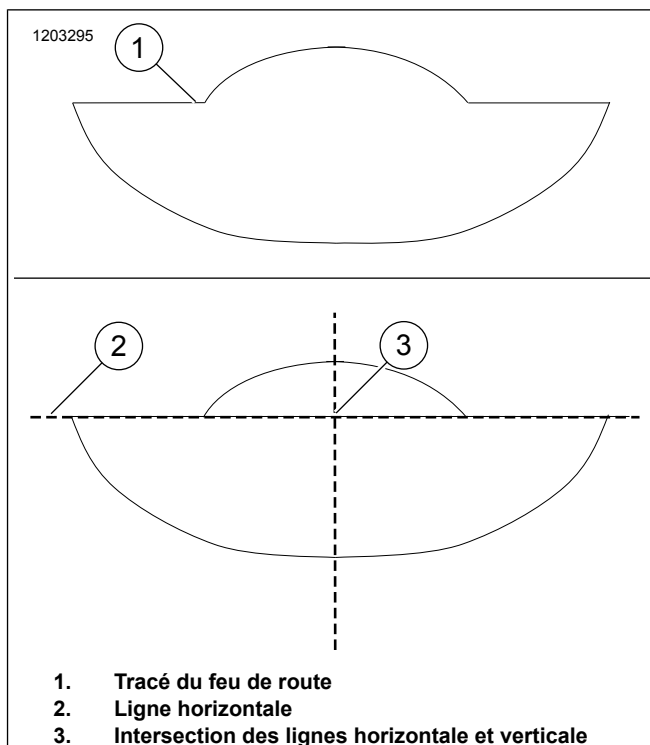

Figure 10. Alignement du faisceau de feu de route
- Voir la figure 10. Avec le véhicule chargé et à la verticale, orienter la roue avant tout droit vers le mur.
- Allumer le **feu de route**. Aligner le centre du **feu de route** de telle sorte que le tracé du faisceau du feu soit symétrique du côté gauche et du côté droit de la ligne verticale (3).